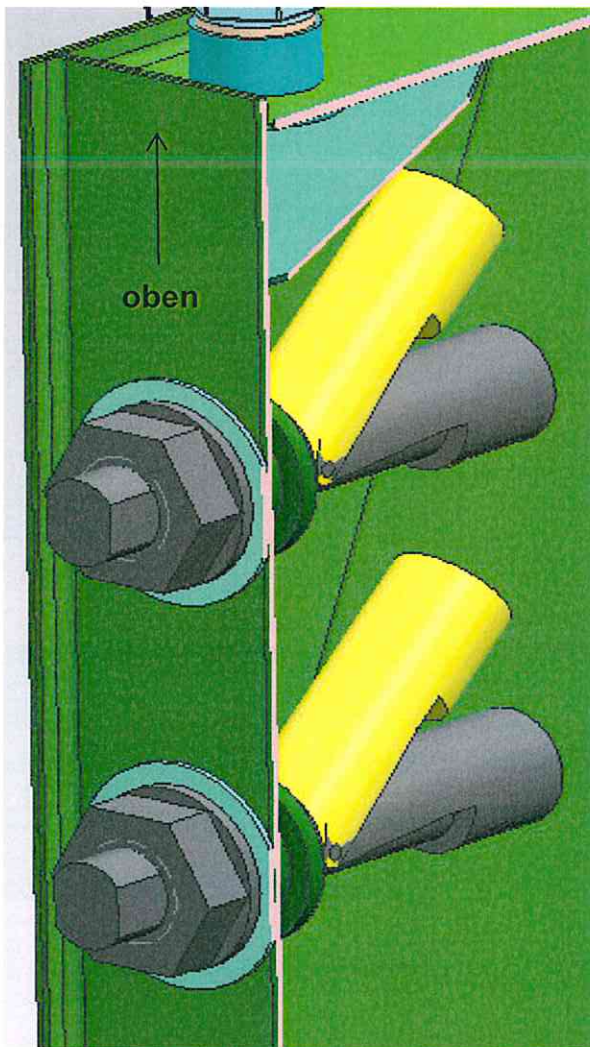

Abb. 1 Einbaurichtung
5. Schalter wieder einsetzen (Einbaurichtung siehe Abb. 1) und mit **2,67 Nm** anziehen